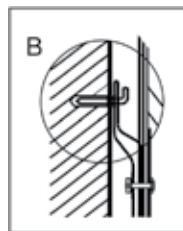

Рис. 8
2. После того, как вы выбрали правильную установку водонагревателя, определите точки для отверстий под распорные болты с крючками (определяются в соответствии со спецификацией прибора, который вы выбрали). Просверлите в стене два отверстия соответствующей глубины с использованием сверла, подходящего по размеру под распорные болты, прилагаемые к водонагревателю, вставьте винты, поверните крюк вверх, плотно затяните гайки и затем повесьте электрический водонагреватель на эти крючки (см. Рис.8).